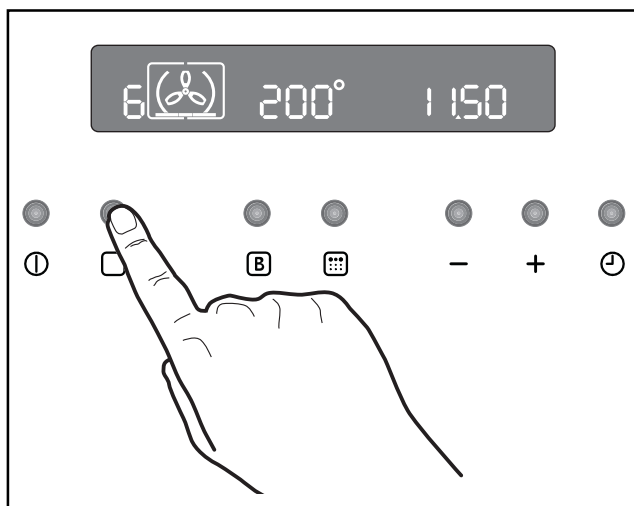

Fig. 6
2. Appuyez sur la touche de sélection  pour sélectionner la fonction voulue. Chaque fois que vous appuyez sur la touche de sélection , un symbole des fonctions s'allumera indiquant la fonction active à ce moment-là. À côté du symbole relatif à la fonction de cuisson sélectionnée, le numéro correspondant apparaîtra (Fig. 6).